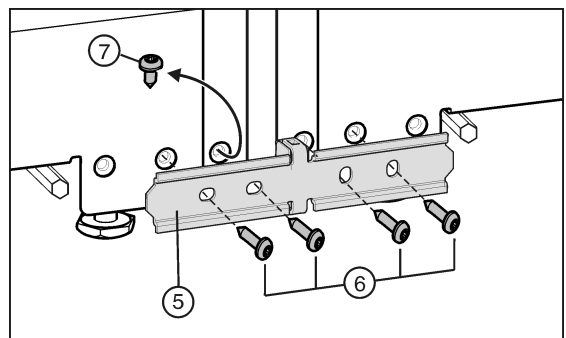

Fig. 6
- ▶ 若设备已随附预装的螺栓 Fig. 6 (7)：旋出螺栓。
- ▶ 在一台设备上用两个螺栓 Fig. 6 (6) 松动固定连接板 Fig. 6 (5)。